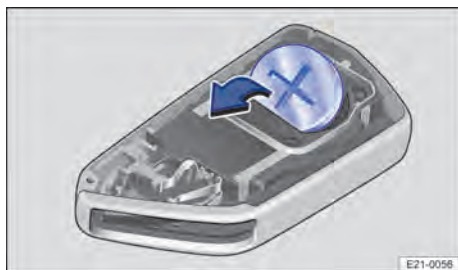

Abb. 54 Fahrzeugschlüssel: Knopfzelle wechseln.
3. Knopfzelle aus dem Batteriefach nehmen → Abb. 54.
4. Neue Knopfzelle gleicher Spezifikation in das Batteriefach drücken → ①.